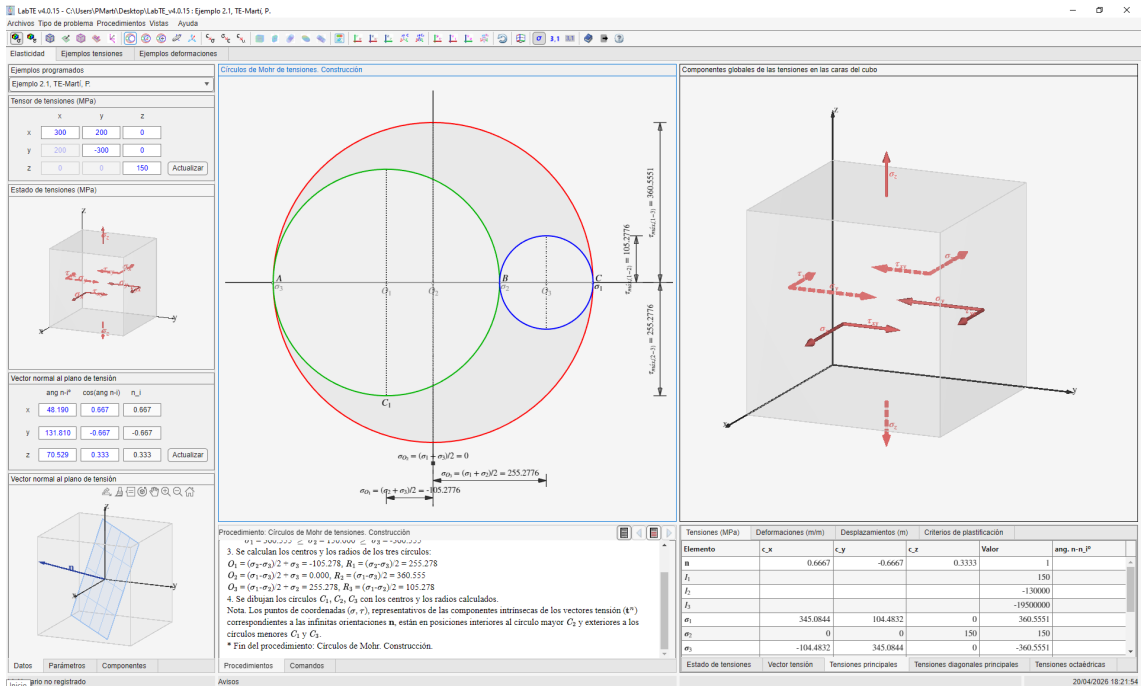

Figura 12 Pasos del procedimiento para construir los círculos de Mohr.
- k. **Ventana de procedimientos** (Figura 12). En esta ventana aparecen los textos con los pasos que se realizan para un procedimiento determinado. En la parte superior derecha aparecen cuatro botones para controlar la salida de textos y los pasos del procedimiento.